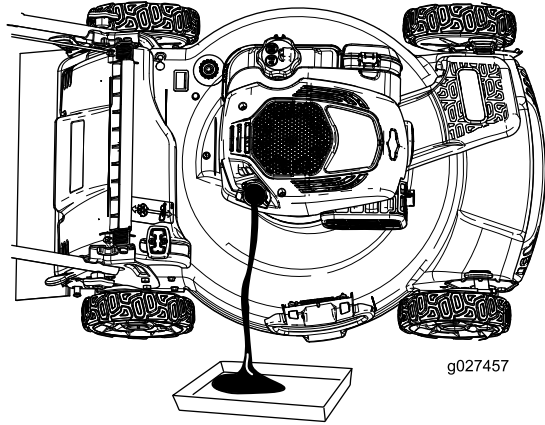

Figura 26
- Ponga la máquina de lado (con el filtro de aire hacia arriba) para drenar el aceite usado del tubo de llenado de aceite (Figura 26).